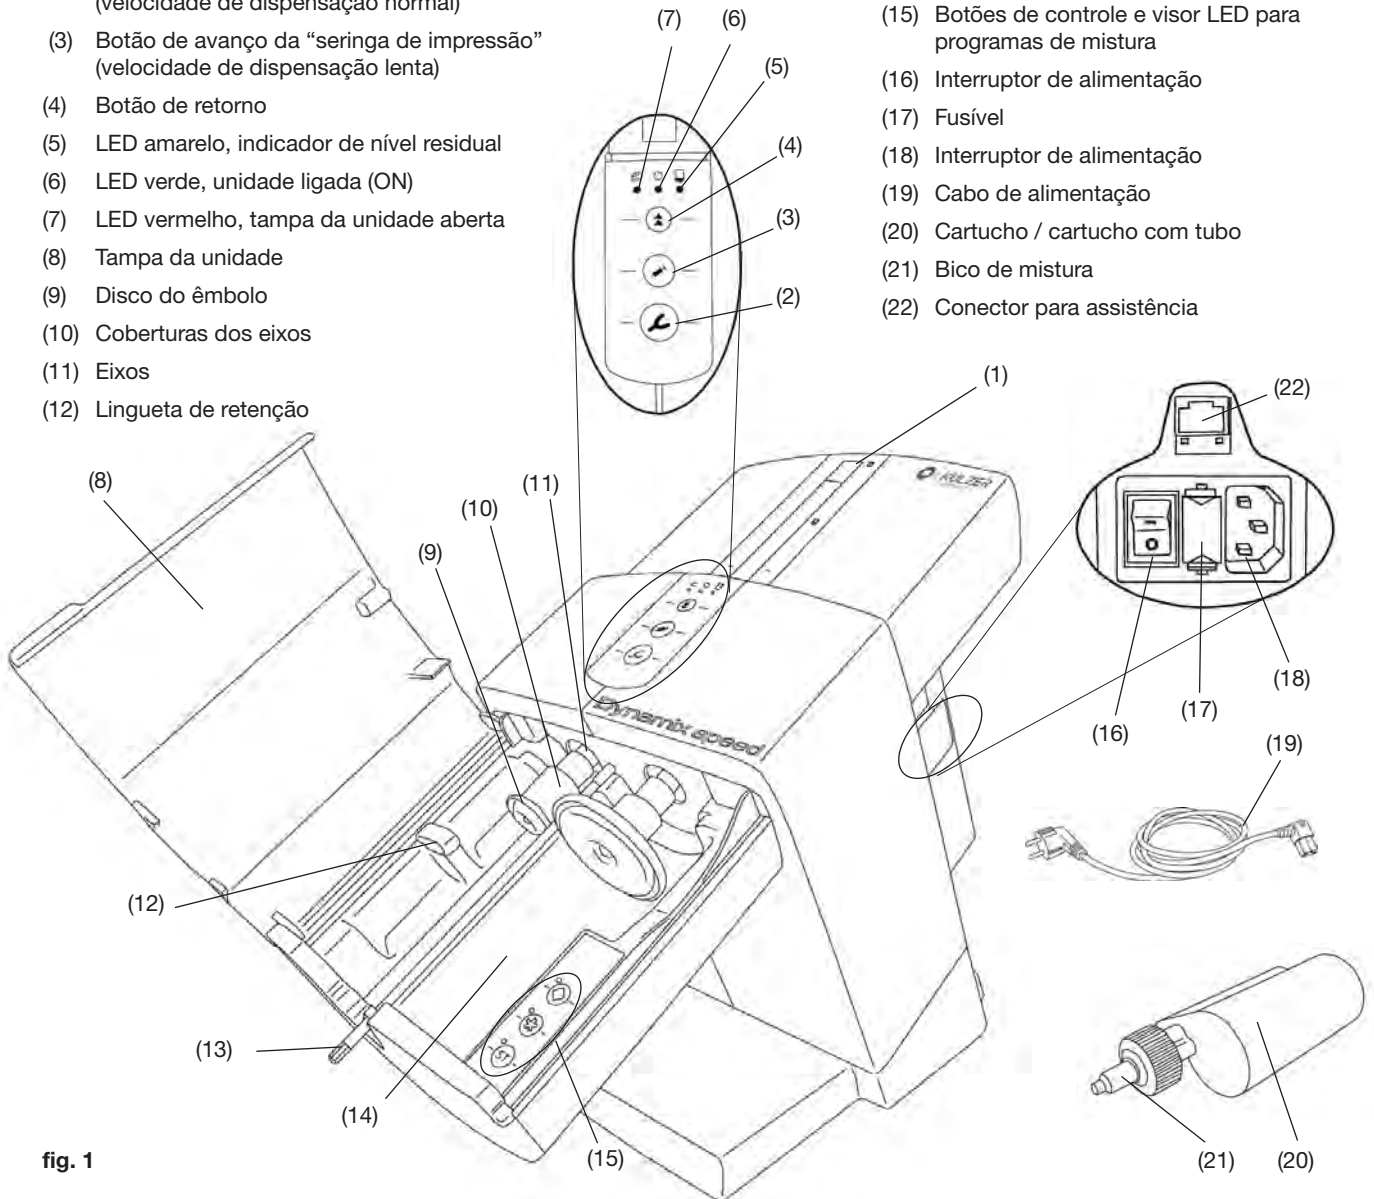

fig. 1
- Ligue o cabo de alimentação fornecido (19, fig. 1) à entrada de alimentação (18).
- Ligue a unidade usando o interruptor de alimentação (16).
- Pressione o botão de retorno (4).
- Os êmbolos (9, fig. 1) recuam e permanecem na posição inicial.
- Abra a tampa da unidade (8, fig. 1).
- Remova o dispositivo de retenção de transporte (23).
Só é possível instalar ou substituir um cartucho se ambos os êmbolos (9, fig. 1) se encontrarem na posição inicial.
- Feche a tampa da unidade (8, fig. 1).
- Coloque o cartucho (20) na unidade. Certifique-se de que o cartucho encaixa corretamente sob a lingueta de retenção (12).
- Selecione o programa de mistura (15), consulte também a secção 5.1.1. As informações sobre o programa de mistura encontram-se no cartucho na forma de um “asterisco” * ou “diamante” ◆.
A tampa só fechará se o cartucho estiver adequadamente instalado. O LED vermelho, indicador de “tampa da unidade aberta” (7, fig. 1) permanecerá iluminado até que a tampa da unidade seja fechada corretamente.
- Seringa de impressão (3), velocidade de dispensação lenta.
- O eixo da misturadora é ativado de modo a permitir que a extremidade hexagonal (13, fig 1) se encaixe na ponta misturadora.